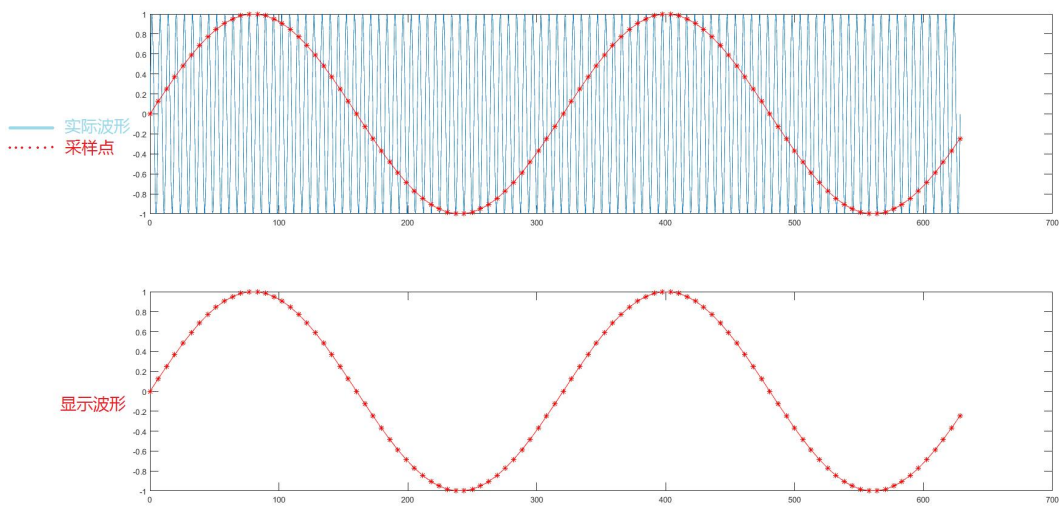

图 10-2
- **波形混叠：** 由于采样率低于实际信号频率的 2 倍（Nyquist Frequency, 奈奎斯特频率），对采样数据进行重建时的波形频率小于实际信号的频率，如下图 10-2 所示。